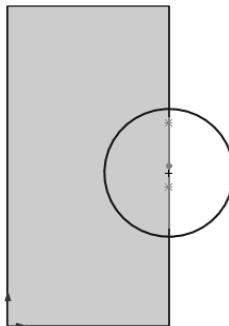
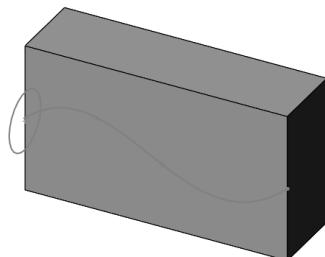

图 4-46 左视零件实体模型草图
图 4-47 绘制的两个草图
- [3] 在零件实体模型左侧面上绘制草图，左视零件实体模型草图如图 4-46 所示。在实体模型中，绘制的两个草图如图 4-47 所示。